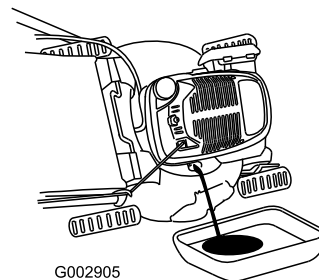

Figura 39
4. Ponga el cortacésped de lado (con el filtro de aire hacia arriba) para drenar el aceite usado a través del tubo de llenado de aceite (Figura 39).